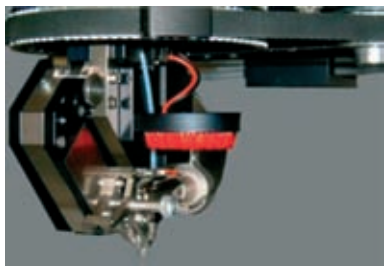

Рис.5. Монтажная головка
- запатентованная монтажная головка на пьезоэлементе, благодаря которой установка практически не подвержена износу, обладает более высокой точностью подачи и зажима проволоки (рис.5);